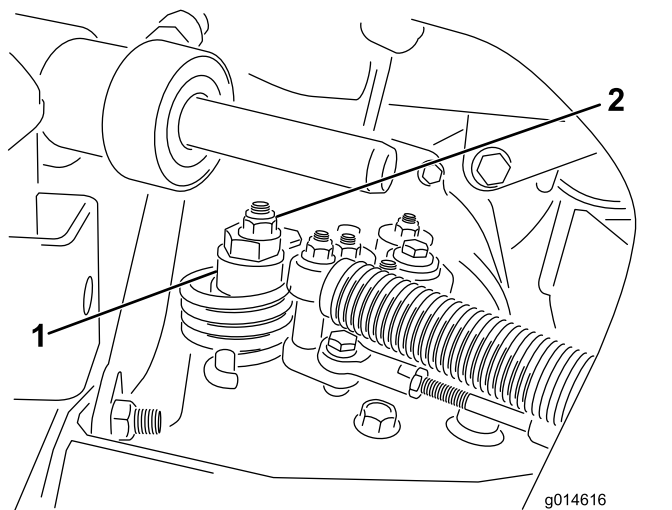

Figure 53
- A. Desserrez l'écrou de fixation de l'excentrique en haut de l'hydrostat (Figure 53).
- C. Tournez l'excentrique jusqu'à ce que la roue ne tourne plus dans aucune direction. Lorsque la route arrête de tourner, serrez l'écrou pour bloquer l'excentrique et le réglage (Figure 53). Vérifiez le réglage avec la commande d'accélérateur en position BAS RÉGIME, puis HAUT RÉGIME.